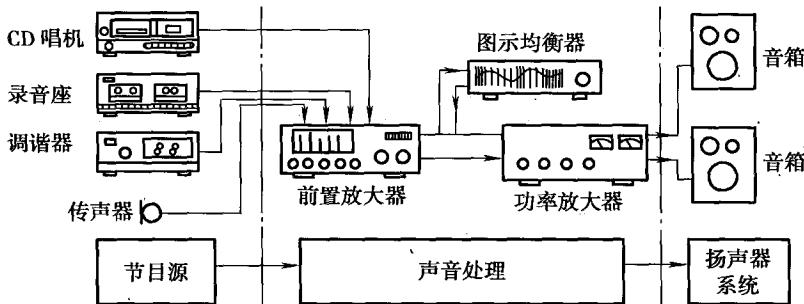

图 2—2 组合音响的组成
1) 组合音响的组成。组合音响的组成有三大部分，如图 2—2 所示。